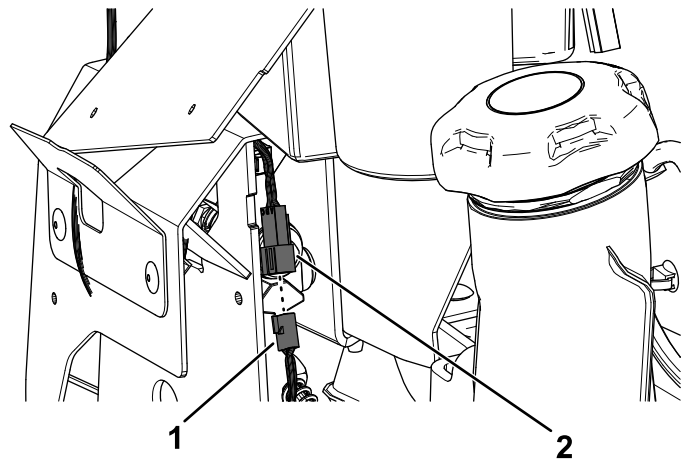

Figura 22
2. Collegate il connettore del cablaggio preassemblato del kit al connettore della nuova leva di controllo del movimento sinistra (Figura 22).